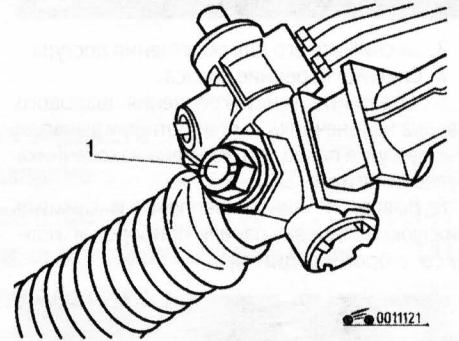

Рис. 7.5. Винт регулировки люфта рулевой передачи с гидроусилителем: 1 – винт
2. Ослабьте контргайку регулировочного винта 1 (рис. 7.5).